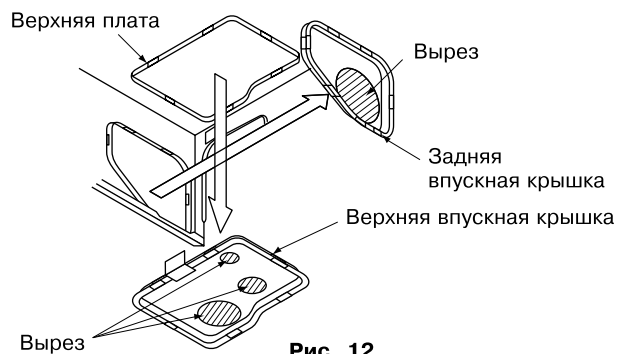

Рис. 12
(1) В случае трубопровода с задней проводкой
- Снимите заднюю крышку для трубопровода. (См. рис. 12, 14)
(2) В случае трубопровода с верхней проводкой
- Снимите крышку выходного отверстия в потолке и воспользуйтесь для присоединения трубопровода дополнительной L-образной установочной арматурой. (См. рис. 12, 13)
(3) В случае правостороннего трубопровода
- По окончании монтажа трубопровода подрежьте ножницами снятую впускную крышку по форме отверстия трубопровода и присоедините ее. Перед последующим снятием верхней впускной крышки присоедините проводящие линии для двигателя перекидной задвижки и термистора, пропуская их через зажимную скобу сверху впускной крышки. **(См. рис. 12, 15)**